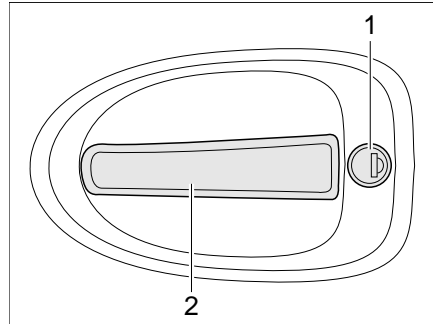

Bild 31 Türschloss Eingangstür, außen
- Schlüssel in Schließzylinder (Bild 31,1) stecken und drehen, bis das Türschloss entriegelt ist.
- Am Türgriff (Bild 31,2) ziehen. Die Tür ist geöffnet.
- Schlüssel in Schließzylinder (Bild 31,1) stecken und drehen, bis das Türschloss verriegelt ist.